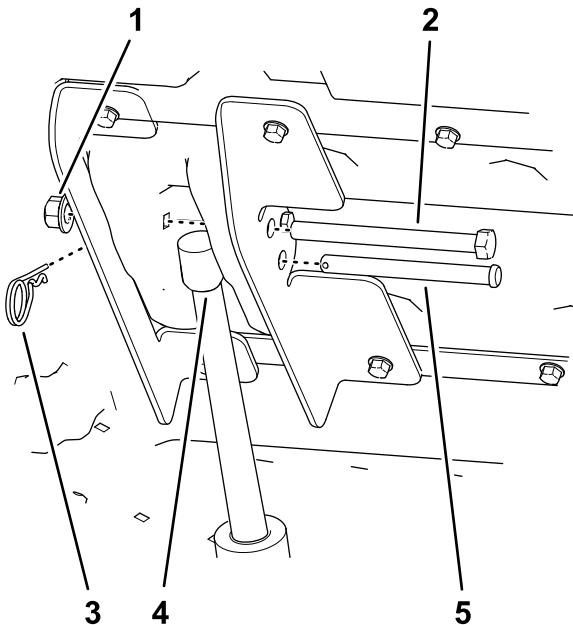

Bild 7
1. Nehmen Sie die Sechskantschraube (1/2" x 5 1/2") und Sicherungsmutter (1/2") von den inneren und äußeren Hubhalterungen ab (Bild 7).
2. Nehmen Sie den Splint vom Lastösenbolzen (3 1/2") und den Lastösenbolzen (3 1/2") von der Hubaktuaturstange ab (Bild 7).